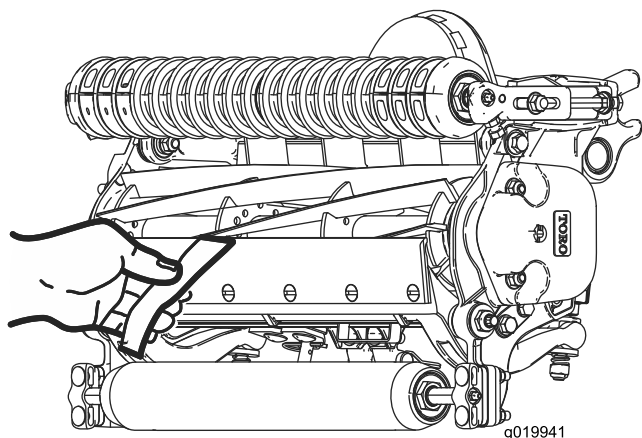

图10
10. 在滚刀与底刀间插入一长条剪切性能纸（Toro 零件号 125-5610）、纸要与底刀垂直、检测剪切性能（图10）。缓慢向前旋转滚刀；滚刀应剪切检测纸。